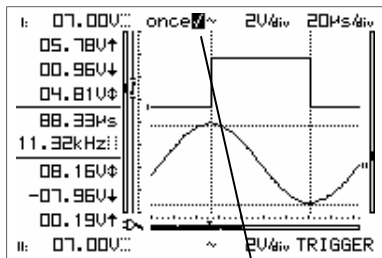

Fig 56
“once”= Sampling starts after triggering, completion will be shown by means of a check mark (1). Triggering can be restarted by pressing the 'manual/restart' button. Use this mode to detect e.g. a short glitch. (Fig 56)
„once“ = Bemonstering start na de triggering, éénmaal voltooid zal dit weergegeven worden via een vinkje (1). Men kan de triggering opnieuw starten door op de 'manual/restart' toets te drukken. Gebruik deze mode om bv. een korte storing te ontdekken (Fig 56)
„once“ = L'échantillonnage commence après le démarrage, l'achèvement sera marqué au moyen d'un v (1). Le démarrage peut être redémarré en pressant le bouton 'manual/restart'. Utilisez ce mode p.ex. pour découvrir une courte pointe (Fig. 56)